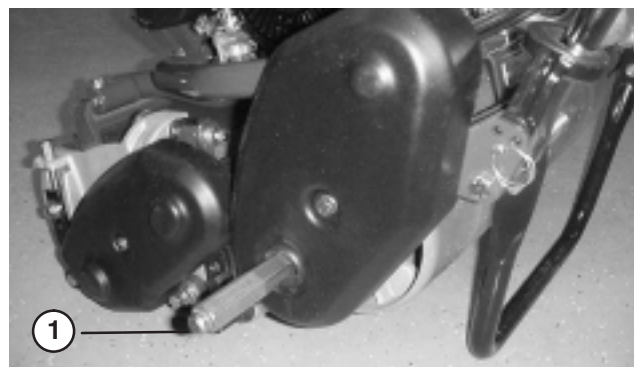

Figure 6
2. Appliquez du lubrifiant Never-Seez sur les extrémités exposées des essieux et glissez la roue sur l'essieu (Fig. 6).